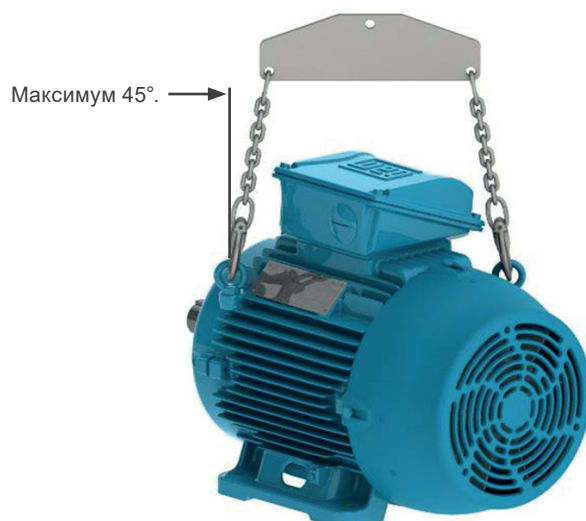

Рисунок 4.4: Максимальный результирующий угол для двигателей с двумя или более подъемными рым-болтами
- Для двигателей с вертикальными подъемными рым-болтами, как показано на Рисунок 4.4 на стр. 4-3, максимально допустимый угол подъема не должен превышать 45° по отношению к вертикальной оси. Мы рекомендуем использовать траверсу для удержания подъемных элементов (цепи или троса) в вертикальном положении и, таким образом, предотвращения повреждения поверхности двигателя.